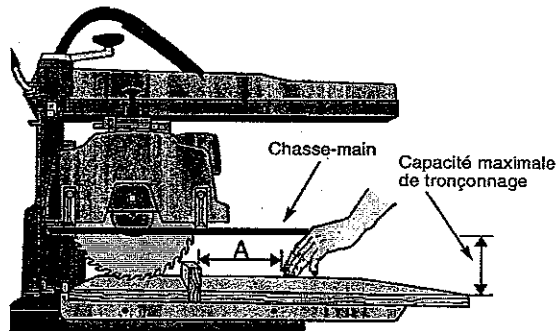

Fig. 1 - Scie radiale en position de repos derrière le guide. A noter, la largeur de la table, qui empêche tout débordement de la lame en position avancée.
- En prévision des coupes suivantes, veiller à toujours repousser le porte-outil contre la colonne et derrière le guide. La scie doit alors se trouver en position de repos derrière le guide (fig. 1).